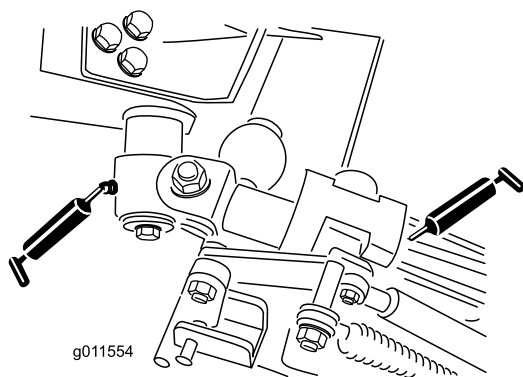

Figura 71
- 2 casquillos de pivote de leva acodada (Figura 71)
- 4 casquillos de los brazos traseros (Figura 71)